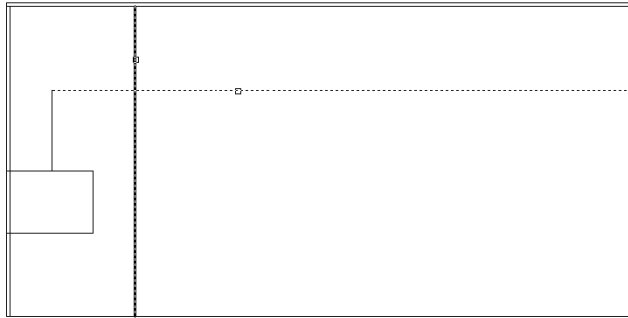

Рис. 4.16 ▼ Удаление вспомогательных линий путем их сопряжения
8. Нам осталось избавиться от двух вспомогательных линий. Их можно было бы обрезать с помощью инструмента **Обрезать** (Trim), но в данном случае удобнее воспользоваться инструментом **Сопряжение** (Fillet). Поэтому завершите работу команды **Обрезать** (Trim) нажатием **Enter** и запустите команду **Сопряжение** (FILLET), щелкнув на кнопке **Сопряжение** (Fillet) панели инструментов **Изменить** (Modify) или введя в командном окне **соп** (F).
9. Убедившись в том, что радиус сопряжения остается нулевым, щелкните на двух вспомогательных линиях так, как показано на рис. 4.16. AutoCAD выполнит сопряжение и выполнение команды **Сопряжение** (FILLET) автоматически завершится.